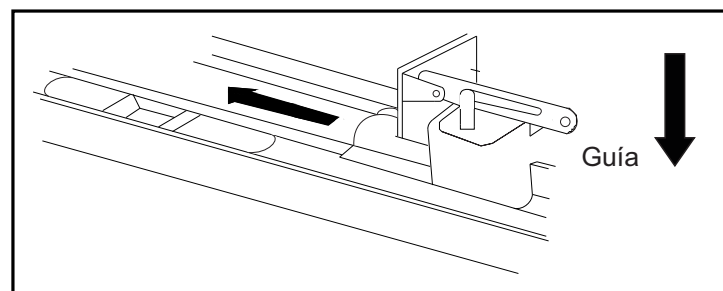

Fig.5
- **Riel de Aluminio (Fig. 5):** Inserte el Carro dentro del Riel en la abertura que se encuentra al final del Riel, asegúrese que la palanca de desbloqueo quede viendo hacia el Abrepuertas de Garage, deslice el Carro a lo largo del Riel hasta que bloquee con la Unión de Cadena.